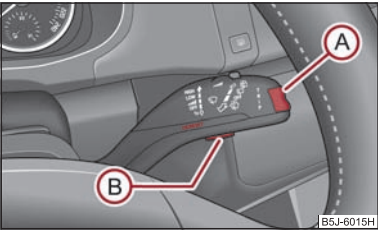

Fig. 21 Ecran d'informations: Eléments de commande
- Vous pouvez activer le **MAIN MENU (MENU PRINCIPAL)** en appuyant pendant plus d'1 seconde sur l'interrupteur **A** ⇒ fig. 21.